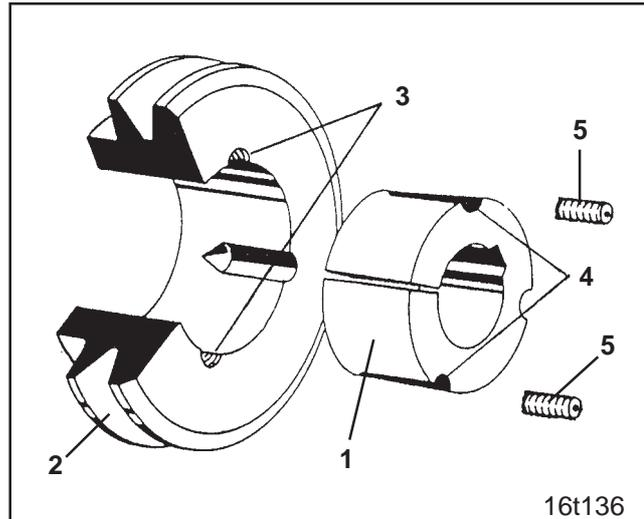

Fig. 6.22
Resserrez les goujons d'expansion (fig. 6.22/5) des moyeux de serrage après la première heure d'utilisation
- Nettoyez l'ensemble des surfaces polies des moyeux de serrage (fig. 6.22/1) ainsi que le perçage conique pratiqués dans les poulies (fig. 6.22/2).
- Introduisez le moyeu de serrage dans le trou tronçonné de la poulie en veillant à ce que les perçages d'assemblage se superposent parfaitement (dans chaque cas un demi-perçage fileté [fig. 6.22/3] doit faire face à un demi-perçage poli [fig. 6.22/4]).
- Vissez les goujons d'expansion (fig. 6.22/5) dans les perçages en vis à vis et serrez en utilisant une clef Allen DIN 911. Pour bien bloquer le moyeu de serrage en position, arrêtez les goujons après serrage.
- Couple de serrage des goujons d'expansion (fig. 6.22/5) :
- Desserrez les goujons filetés (fig. 6.22/5) à l'aide d'une clef Allen.